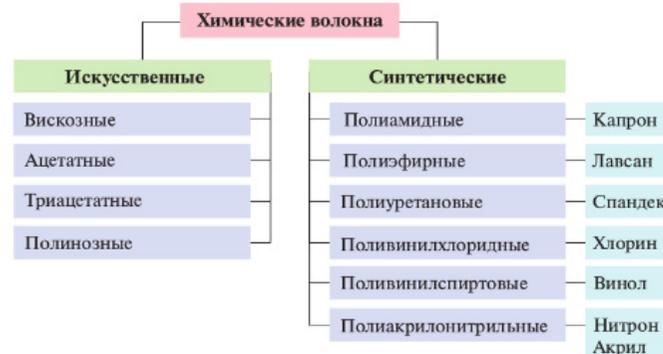

Рис. 6.2. Классификация химических волокон
Несмотря на некоторые различия в получении отдельных видов химических волокон (рис. 6.2), общая схема их производства состоит из следующих этапов:
1. Что является сырьём для производства искусственных и синтетических волокон? 2. Назовите основные этапы производства химических волокон. 3. Назовите способы формования химических волокон. 4. С какой целью удаляют пузырьки воздуха из прядильного раствора? 5. Какую отделку проходят химические волокна после формования? 6. Используя рисунок 6.2, расскажите о классификации химических волокон.